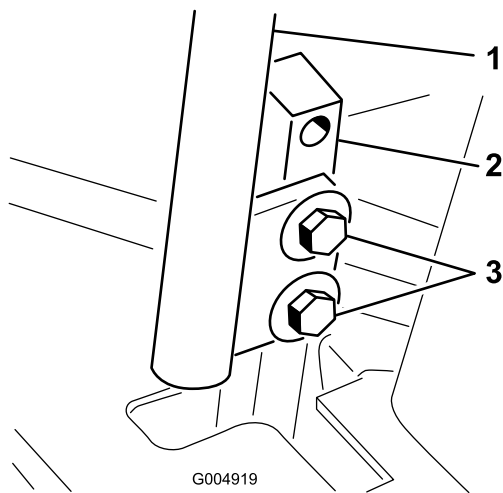

Bild 64
3. Lösen Sie die Schrauben, mit denen die Fahrtriebshebel befestigt sind (Bild 64).